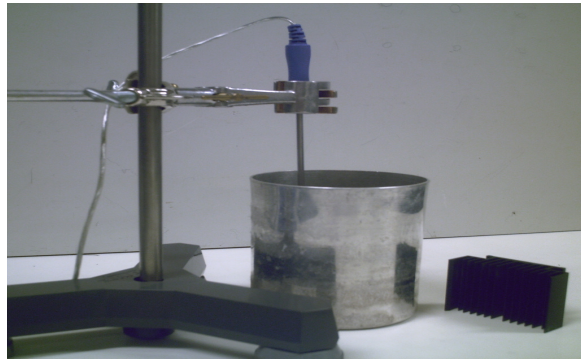

Figura 3 - Montagem.
- Faça a montagem como ilustrada na figura 3. Deixe o termômetro próximo à parede do recipiente (~1 cm) para evitar turbulências ao longo do experimento.